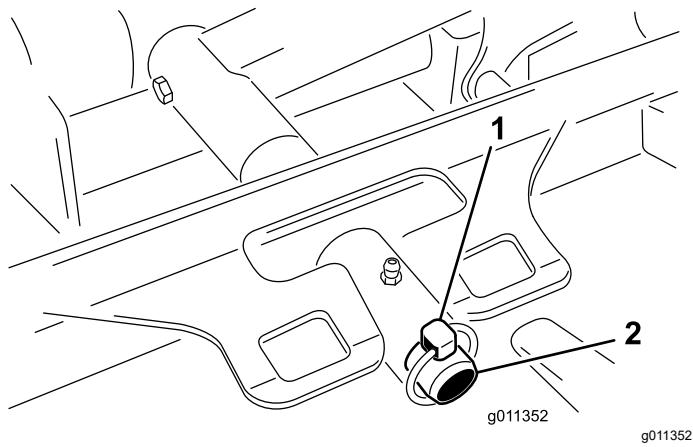

Рисунок 81
3. Снимите штифт с кольцом (на машинах Groundsmaster 4500) или крепежную гайку (на машинах Groundsmaster 4700), с помощью которых несущая рама режущего блока крепится к оси поворота подъемного рычага (Рисунок 81).
- Наденьте несущую раму режущего блока на ось поворота подъемного рычага (Рисунок 81). Закрепите режущий блок на оси с помощью штифта с кольцом (на машинах Groundsmaster 4500) или крепежной гайки (на машинах Groundsmaster 4700).